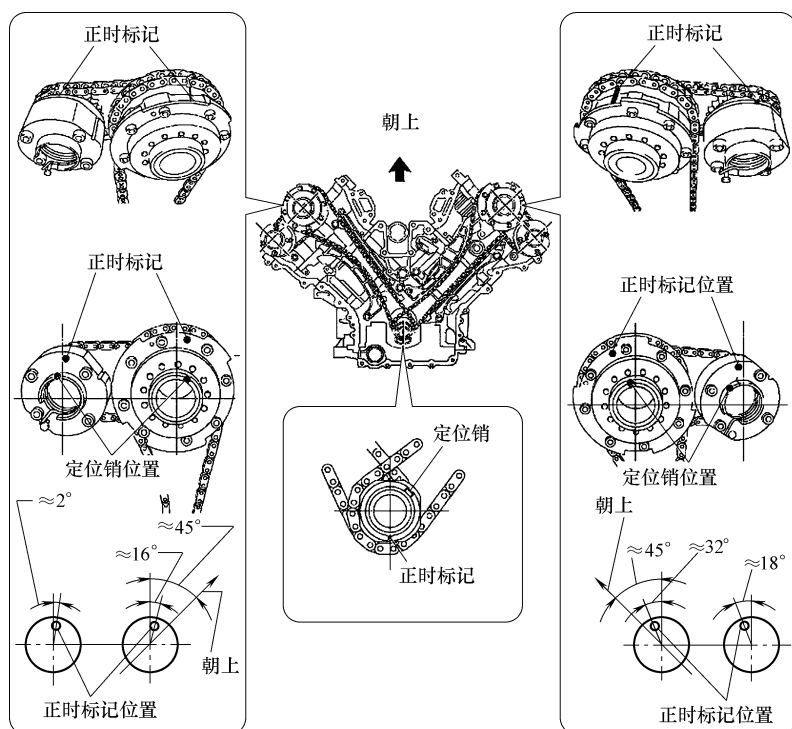

图 24-35 正时标记识别
① 顺时针转动曲轴, 使曲轴正时齿轮上的正时标记和凸轮轴正时齿轮上的正时标记均达到图 24-35 中所示的位置。